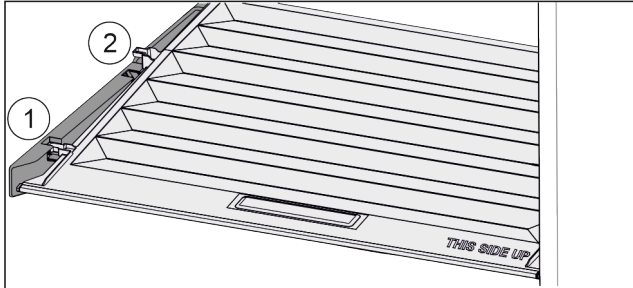

Fig. 102
- ▶ Trekk dekselet til åpningen i holdedelene fremover Fig. 102 (1).
- ▶ Løft ut nede bak og ta opp og ut Fig. 102 (2).